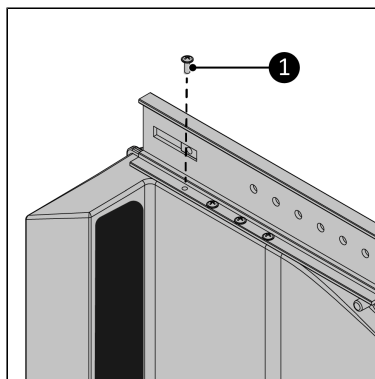

Figure 192.
6. Vissez le rail principal sur le Way-out au moyen des huit vis 3,5 x 12 mm (Figure 192, pos. 1). Assurez-vous que tous les trous de vis correspondent.